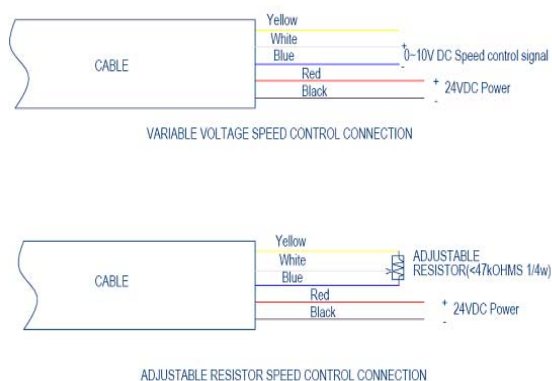

Figura 4 Conexión de control de velocidad variable
- ❑ Conecte el blanco al positivo, y el azul al negativo (Figura 4).